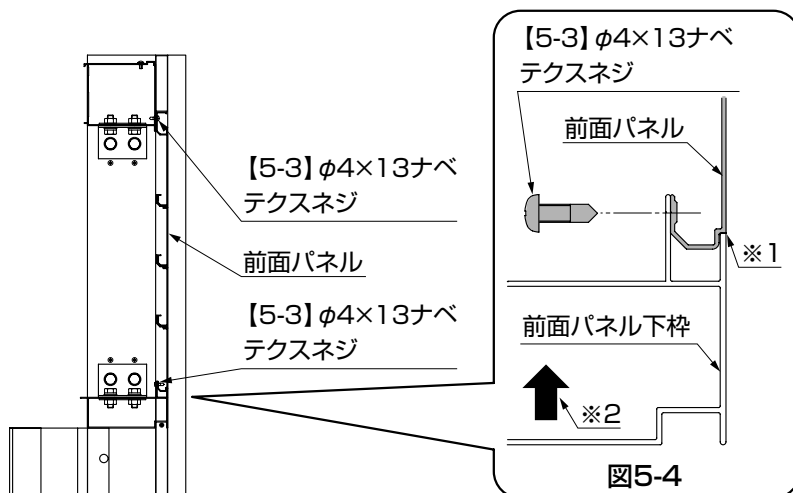

図5-4
- 前面パネルを差込んだとき、前面パネルのくぼみ(※1)が前面パネル下枠の受けに入っているか確認してください。(図5-4参照)
④前面パネル下枠の家側から【5-3】で前面パネルを固定してください。